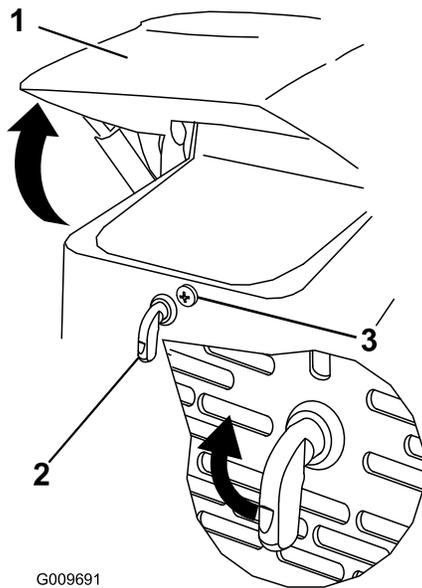

Figure 30
1. Desserrez la vis de verrouillage du capot (Figure 30).
3. Serrez la vis de verrouillage du capot pour fixer le verrou (Figure 30).
2. Tournez le verrou du capot dans le sens horaire (Figure 30).
3. Soulevez le capot (Figure 30).